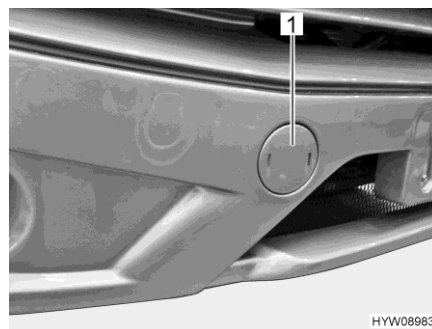

Fig. 43 Couvercle (fixation de l'œillet de remorquage)
- Ouvrir le couvercle (Fig. 43,1) avec un tournevis.